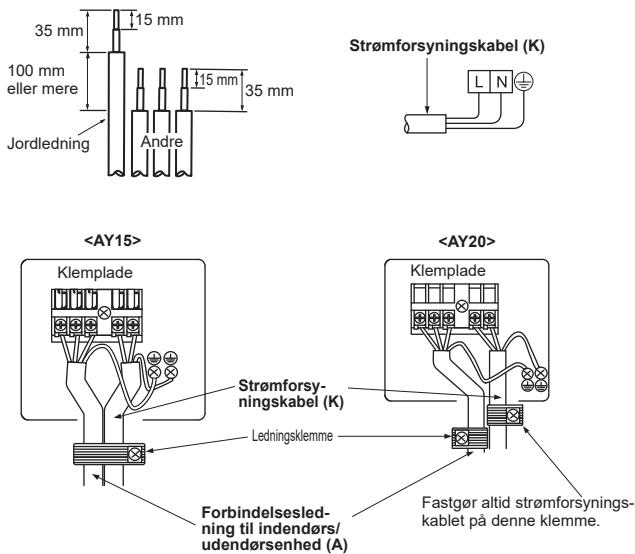

Figur 5
- 6) Sæt afløbsslangen i manchetten til væghullet (C), og fastgør indendørsenhedens øvre del på installationspladen (1). Flyt dernæst indendørsenheden helt til venstre for at lette rørføring bag på enheden.
- 7) Skær afstandsstykket af emballagens flamingo, og placér det på ribben bag på indendørsenheden. (Figur 5)
- 8) Forbind kølerørssystemet med forlængerrøret (B).
- 9) Tryk den nederste del af indendørsenheden fast på installationspladen (1).